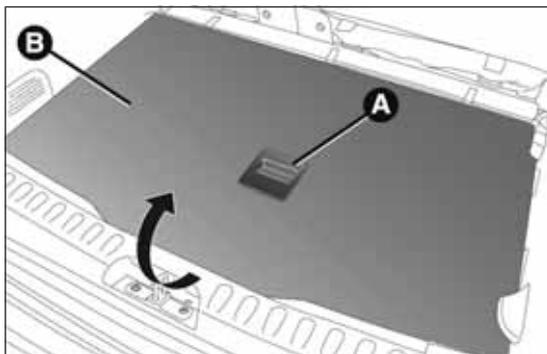

fig. 94
- sujetar la manilla A fig. 94 y levantar la plataforma B sujetándola con una mano;
- sujetar la manilla A fig. 94 y retirar la plataforma B;